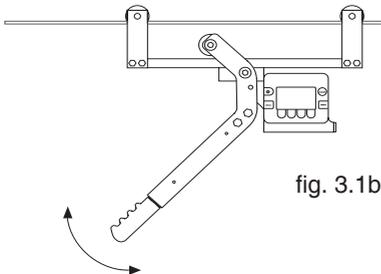

fig. 3.1b
2. Bei dem Messgut in diesem Beispiel handelt es sich um ein verseiltes Kabel mit 12 mm 6x19, die Maßeinheit ist auf N eingestellt. Für die Messung muss der Rollensatz S montiert sein. Das CTM ist so zu positionieren, dass die beiden äußeren Führungsrollen am Messgut hängen. Hierbei ist darauf zu achten, dass das Messgut einwandfrei zwischen den Führungsrollen und der Messrolle läuft (siehe fig. 3.1b). Mit der Menü-Taste Zero das Display auf Null stellen.